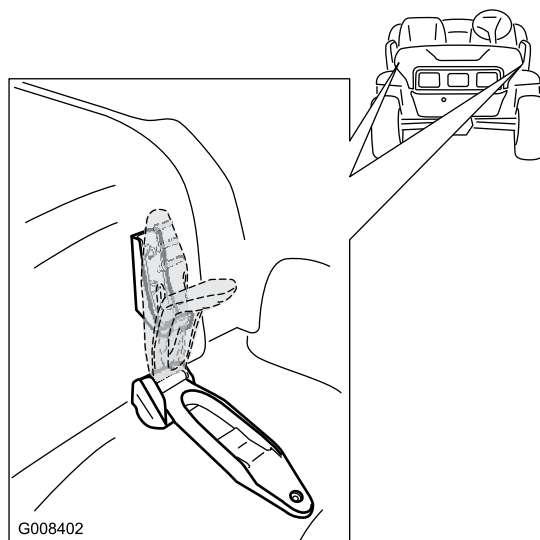

図 23
1. フードの両側についているゴム製ラッチのハンドルを上げる (図 23)。
2. フードの両側で、ラッチとラッチアンカーをそろえてラッチを掛ける (図 23)。